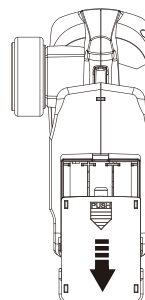

Abb.1
- (1) Entfernen Sie die Batterieabdeckung. (Abb.1)